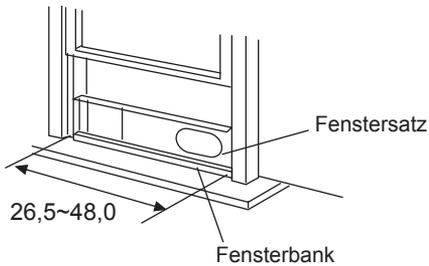

Abb. 9
2. Bringen Sie den Fensterschiebersatz auf die Fensterbank an. Passen Sie die Länge des Fensterschiebersatzes der Fensterbreite an, kürzen Sie den Fenstersatz, wenn das Fenster schmaler als 26,5 Zoll ist. Öffnen Sie den Fensterflügel und bringen Sie den Fensterschiebersatz auf die Fensterbank an. Abb. 9